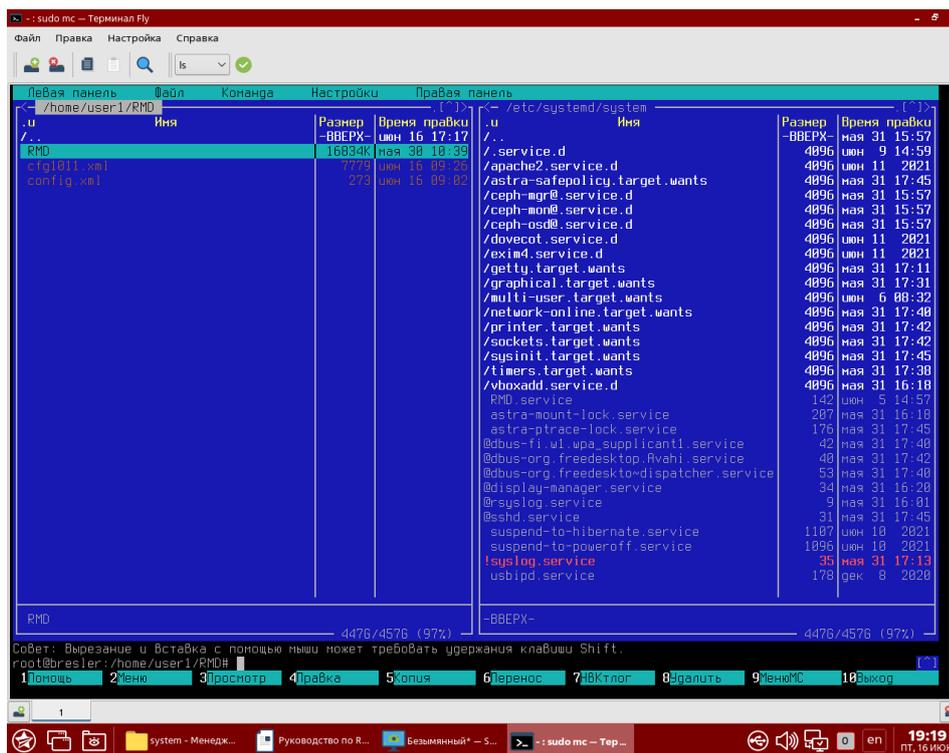

Рисунок 16 – Открытие файла «RMD» в терминале Fly
10) В терминале в левом окне найти файл «RMD» (рисунок 16): «`home > user1>RMD`» (может храниться в другом месте, зависит от того, куда был сохранен файл по пункту 2);